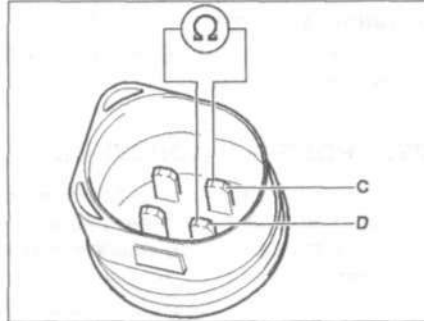
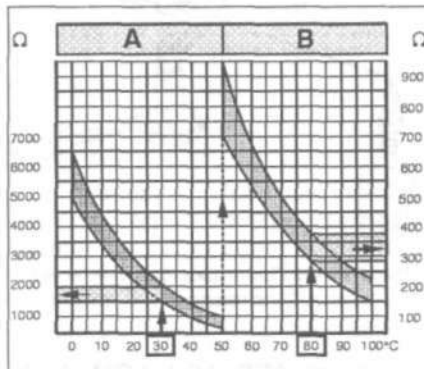

Рис. 7.53. Измерьте сопротивление между контактами С (сигнал) и D («масса») датчика.
Рис. 7.54. Диаграмма для определения сопротивления датчика температуры охлаждающей жидкости в зависимости от температуры.
- измерьте сопротивление между контактами С (сигнал) и D («масса») датчика (рис. 7.53). Заданное значение показано на рис. 7.54. Площадь А показывает сопротивление в температурном диапазоне 0-50 °C, площадь В – сопротивление в температурном диапазоне 50-100 °C. Например, температура 30 °C соответствует сопротивлению 1500-2000 Ом; температура 80 °C соответствует сопротивлению 275-375 Ом.